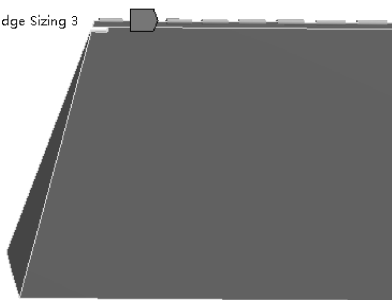

图 11-86 定义圆柱两侧面交线处尺寸
(4) 在标准工具栏中单击 , 选择圆柱两侧面交线, 然后右键单击【Mesh】→【Insert】→【Sizing】, 【Edge Sizing】→【Details of “Edge Sizing” -Sizing】→【Definition】→【Type】= Number of Divisions, 【Number of Divisions】= 40; 【Advanced】→【Size Function】= Uniform, 【Behavior】= Hard, 【Bias Type】= — — — — —, 【Bias Factor】= 4, 其他默认, 如图 11-86 所示。